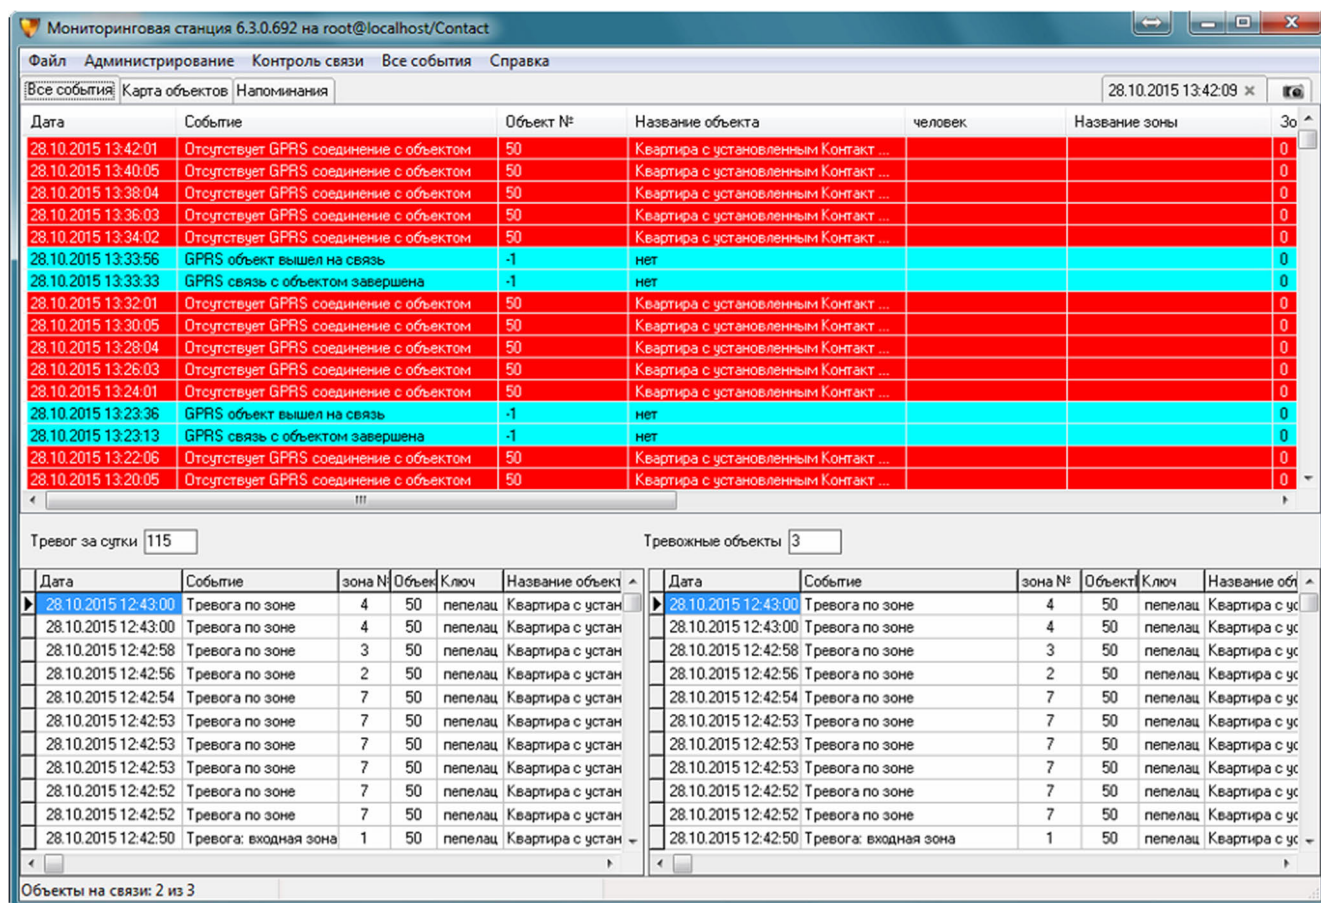

Рисунок 46
- «Разрешать снимки ленты событий» — при установке флажка в главном окне появляется кнопка , при нажатии на которую производится моментальный снимок ленты событий (рисунок 46). Требуется перезагрузка PCN6.